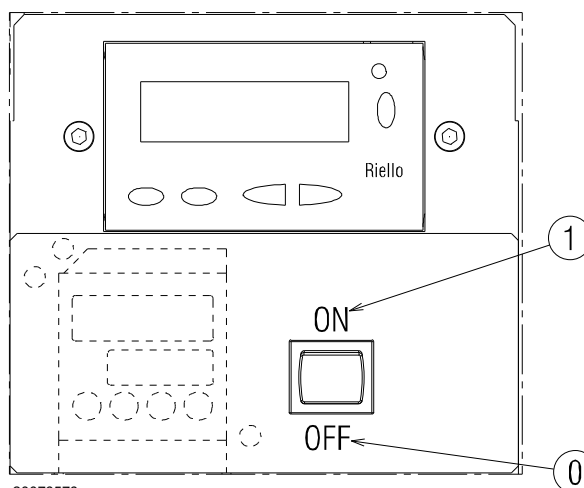

Abb. 25
Schließen Sie die Thermostate/Druckwächter und stellen Sie den Schalter aus Abb. 25 auf "1/EIN".
- stellen Sie den Schalter aus Abb. 25 auf "0/AUS" und warten Sie, bis das Steuergerät die Abschaltphase ausführt;
Der Brenner befindet sich im Wartestatus bei Wärmeanfrage oder der Wahlschalter "0-1" (Abb. 25 auf S. 30) steht auf Position "0".